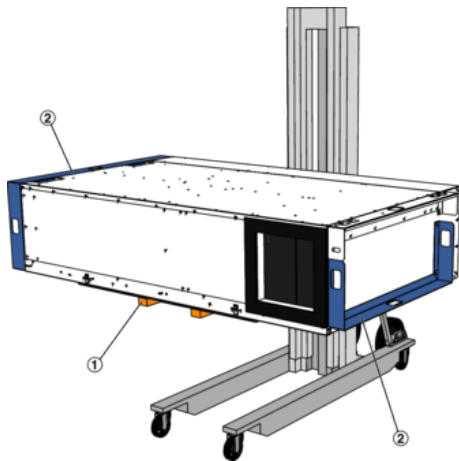

Abb. 13: Bauteil 2 auf Montagelift legen
11. ▶ Den Montagelift (Abb. 13/1) an die Stelle fahren, an der die Deckmontage erfolgen soll. Bauteil 2 mit den Deckeln nach unten auf den Montagelift legen. Hierbei beachten, dass die lackierte Oberfläche des Gerätes nicht beschädigt wird zum Schutz z.B. Pappe zwischen Lift und Gerät legen.
12. ▶ Am Bauteil 2 die beiden Transporthilfen (Abb. 13/2) demontieren, die Schrauben wieder im Gerät einschrauben.